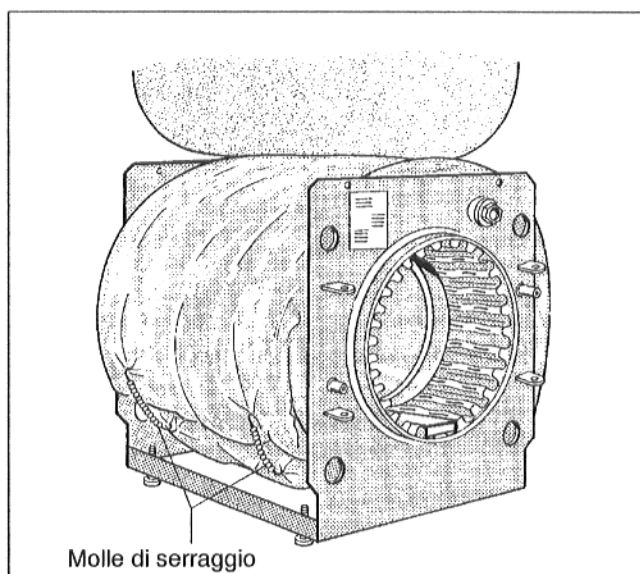

Fig. 4
- Fissare il feltro con due molle di serraggio (Fig. 4).